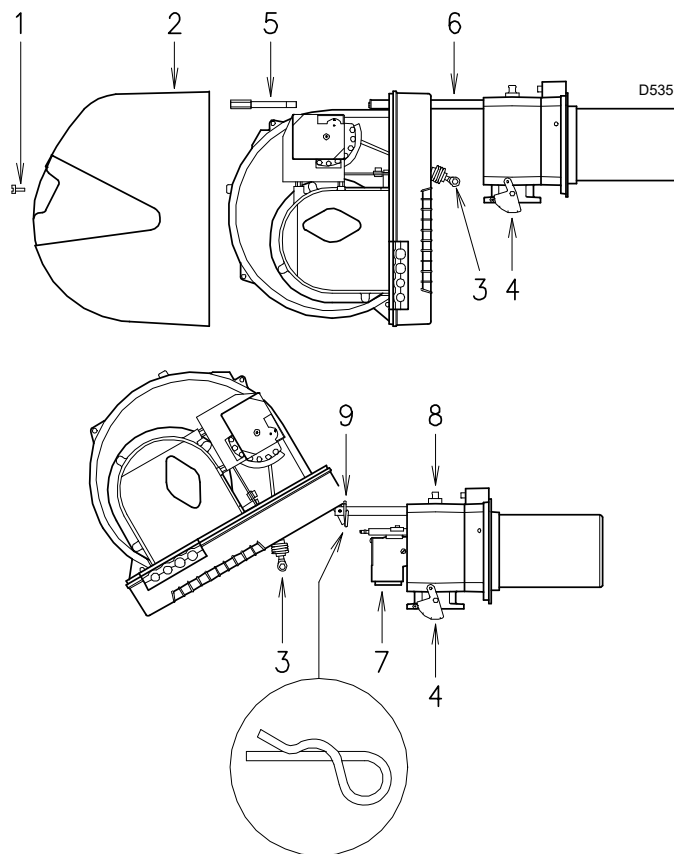

Fig. 37
- Togliere la vite 1) ed estrarre il cofano 2)(Fig. 37).
- Sganciare lo snodo 3) dal settore graduato 4)(Fig. 37).
- Togliere la vite 5) e la copiglia 9)(Fig. 37). ed arretrare il bruciatore sulle guide 6) per circa 100 mm. Disinserire i cavi di sonda ed elettrodo e quindi arretrare del tutto il bruciatore.
- Ruotarlo come in figura ed infilare nel foro di una delle due guide la copiglia 9)(Fig. 37) in modo che il bruciatore rimanga in quella posizione.
A questo punto è possibile estrarre il distributore del gas 7) dopo aver tolto la vite 8)(Fig. 37).
- Togliere la copiglia 9)(Fig. 37) e spingere il bruciatore fino a circa 100 mm dal manicotto.
- Rimettere la vite 5) e la copiglia 9)(Fig. 37) e tirare delicatamente verso l'esterno i cavi di sonda ed elettrodo, fino a metterli in leggera tensione.
- Riagganciare lo snodo 3) al settore graduato 4)(Fig. 37).